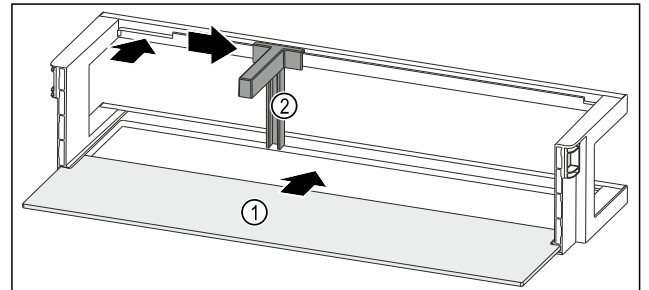

Fig. 99 带搁板的门边存放架
- ▶ 将搁板 Fig. 99 (1)推入侧面凹槽。
- ▶ 将瓶托 Fig. 99 (2)装入槽中。
- ▶ 将瓶托 Fig. 99 (2)推至一侧的所需位置。